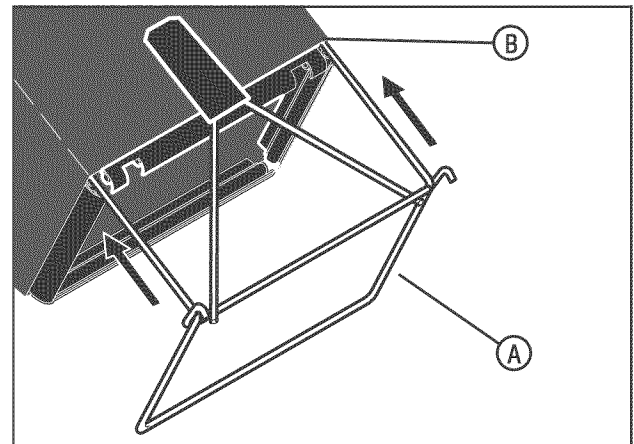

Figura 5: Instalación del armazón
1. Deslice el armazón (A, Figura 5) dentro de la bolsa de césped (B).